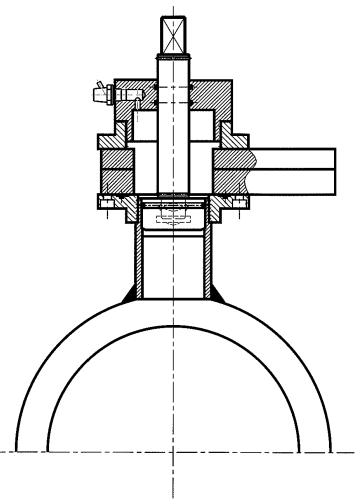

Figura 13
- Cuando se note el contacto, girar el eje roscando el tapón en su alojamiento (a través de una llave de chicharra de 3/4", llave fija, etc.). Cuando se note una resistencia al giro muy superior a la inicial, esto nos indicará el final del roscado del tapón. Ver *Figura 13*.